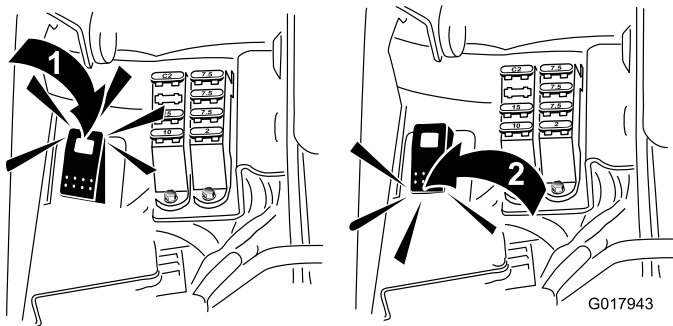

図 53
5. バックラップスイッチを逆転R位置にセットする 図 53。